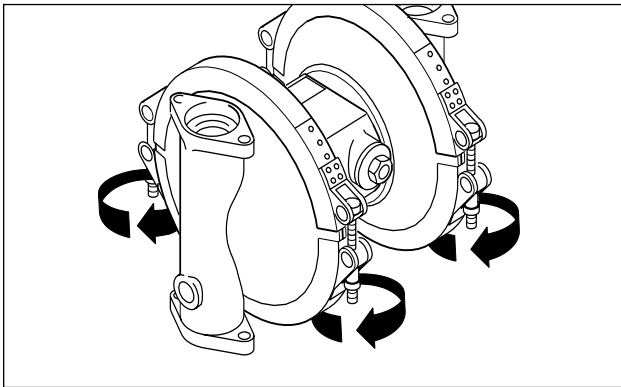

Fig. 9: Abrir las cintas de sujeción.
- Soltar las cintas de sujeción (para evitar que se atasquen las tuercas y pernos de acero inoxidable, aceitarlas en caso necesario) (Fig. 9). En las versiones de acero inoxidable pulido (DB, DH), abrir la unión atornillada higiénica.